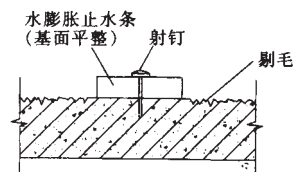

图4 水膨胀止水条安装
(1) 基面应干净、干燥、平整。
(2) 用射钉将止水条固定在平整的混凝土表面上,射钉间距250 mm,钉在止水条中间内部压力平衡区部分(图4)。